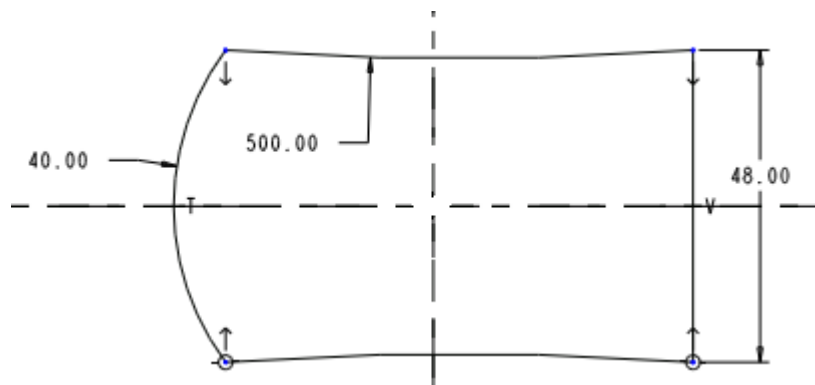

图 42-3
- (1) 单击拉伸工具按钮 ，打开拉伸特征操控板，设定拉伸厚度为 30。
- (2) 单击 ，打开【剖面】对话框。
- (3) 选择 FRONT 基准面为草绘平面，绘制如图 42-3 所示的截面，单击草绘命令工具栏中的  按钮，完成拉伸截面的绘制。